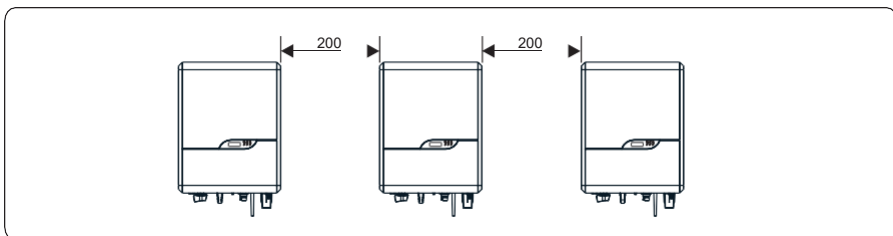
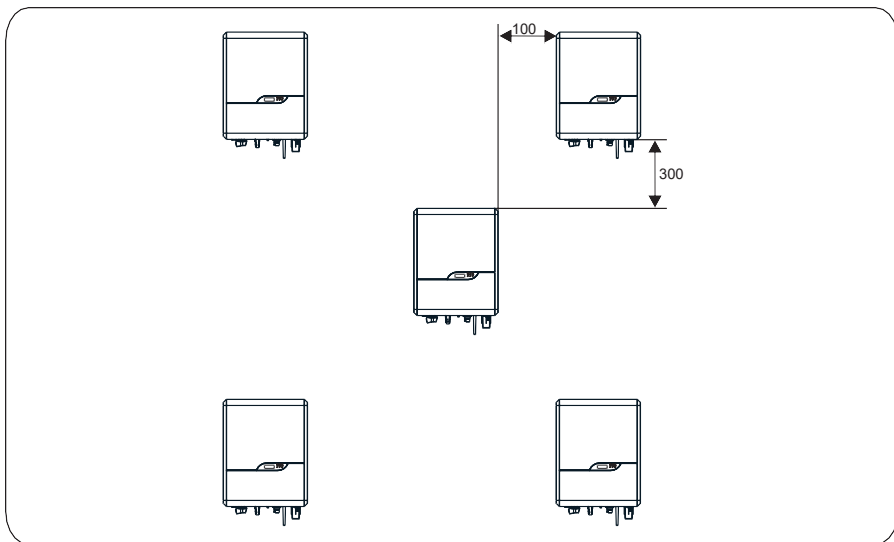
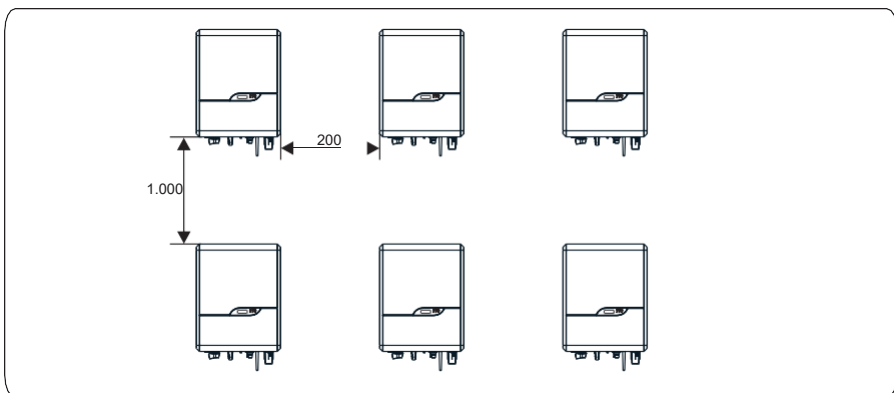

Figura 4.5 Instalación en la misma línea (unidad: mm)
Figura 4.6 Instalación en modo triangular (unidad: mm)
Figura 4.7 Instalación en modo apilado (unidad: mm)
- c. Para instalar múltiples inversores, instáelos a lo largo de la misma línea (como se muestra en la figura 4.5) si hay suficiente espacio disponible o formando un triángulo (véase la figura 4.6) o apilados (véase la figura 4.7) si no hay suficiente espacio disponible. Estos modos de instalación garantizan que haya espacio suficiente para la instalación y la disipación del calor.